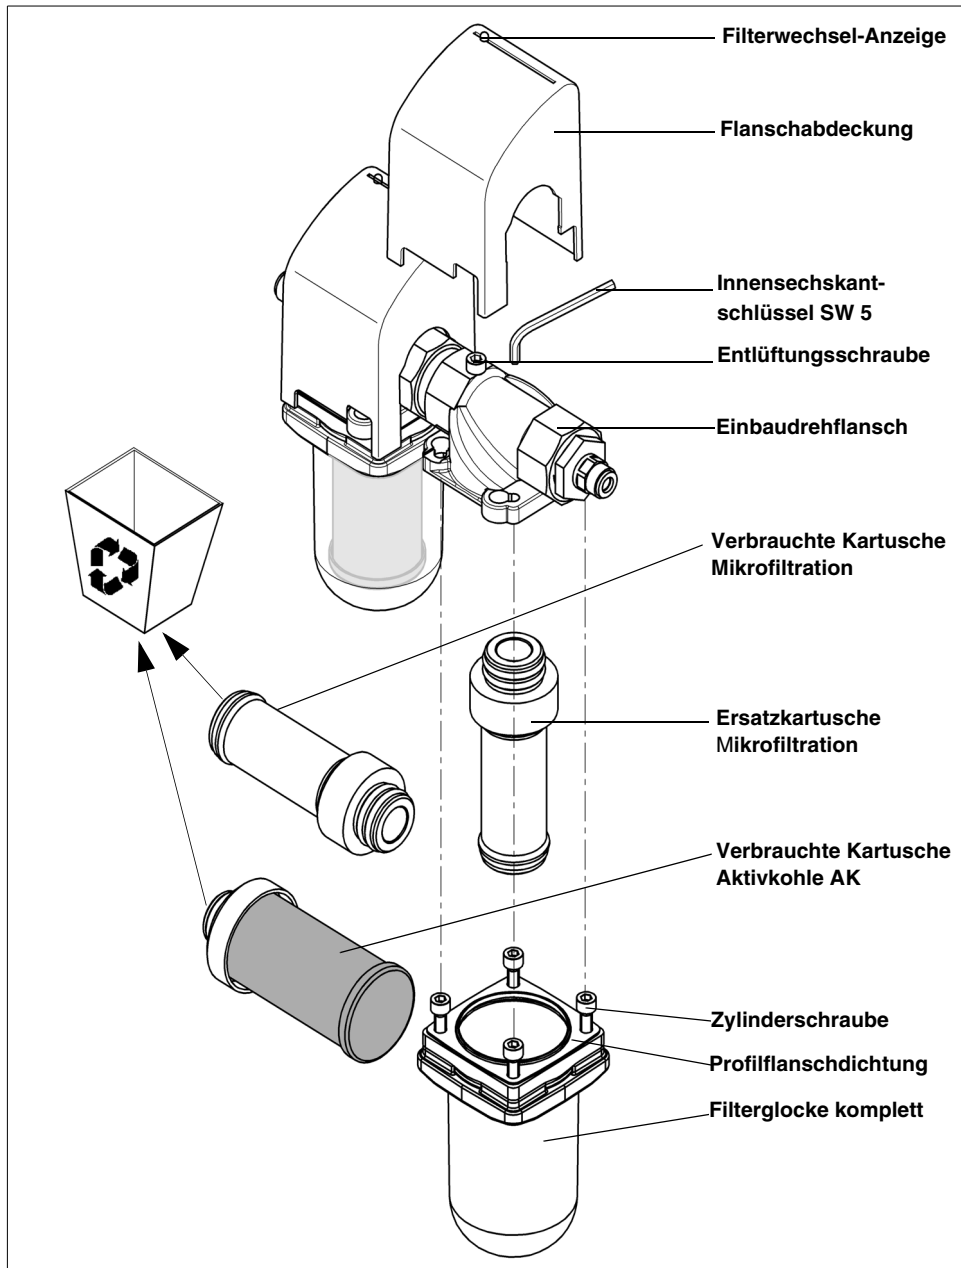

Abb. 2: Austausch der Kartuschen
- 4 Remove the flange cover(s) upward (see fig. 2).